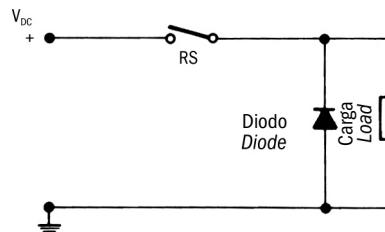
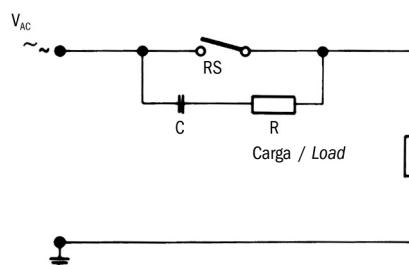

Fig. 1 Protección con corriente continua para cargas inductivas.
Fig. 2 Protección con corriente alterna con conexión RC para carga inductiva.
**1) Cargas inductivas** en circuitos alimentados con corriente continua la protección del contacto es relativamente fácil. Se debe conectar en paralelo a la carga un diodo semiconductor como se indica en la fig. 1 (ver la página siguiente). Las polaridades deben estar conectadas de manera que el diodo se bloquee con el voltaje normal de funcionamiento y siempre en cortocircuito en el caso de inversión de polaridades. Al cambiar las cargas inductivas alimentadas con corriente alterna no se puede utilizar un diodo, es necesario utilizar un dispositivo de supresión del arco Por lo general, es un enlace RC paralelo al interruptor y luego en serie con la carga, según fig. 2 (ver página siguiente). El tamaño del supresor del arco puede ser determinada por el monograma de la fig. 3 (vér la página siguiente).